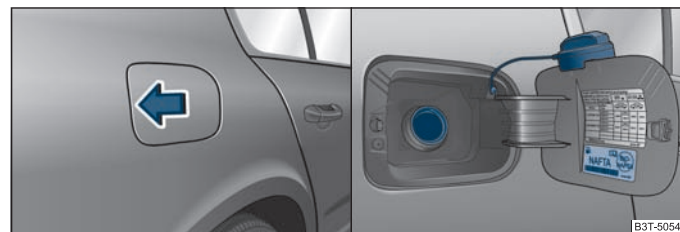

Fig. 179 Parte trasera del vehículo, lado derecho: Abrir la tapa del depósito / tapa del depósito con el tapón desenroscado
Su vehículo puede utilizarse con **gasolina sin plomo**, que corresponda a la norma **EN 228**. Los diferentes tipos de gasolina se distinguen por el octanaje (ROZ). La información de qué ROZ precisa su motor se encuentra en el lado interior de la tapa del depósito ⇒ página 219, fig. 179.
- Presionar el lado izquierdo de la tapa del depósito ⇒ fig. 179 - lado izquierdo.
- Desenroscar hacia la izquierda el tapón de cierre del depósito y colocarlo por arriba en la tapa del depósito ⇒ fig. 179 - lado derecho.